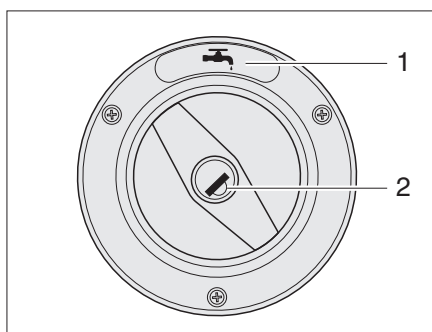
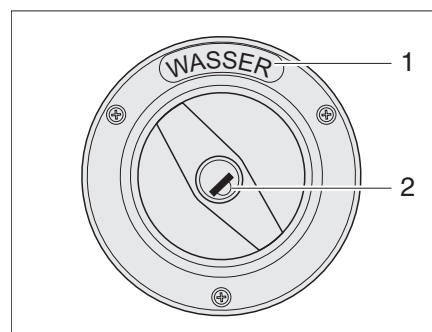

Figure 5 Couvercle de fermeture du bec de remplissage d'eau fraîche (variante 1)
Figure 6 Couvercle de fermeture du bec de remplissage d'eau fraîche (variante 2)
- ▷ Le bec de remplissage d'eau fraîche est désigné par le symbole "🚰" (Figure 5,1) ou l'inscription "WASSER" ("EAU") (Figure 6,1).
- Insérer la clé dans le barillet (Figure 5,2 ou Figure 6,2) et la tourner dans le sens inverse des aiguilles d'une montre.